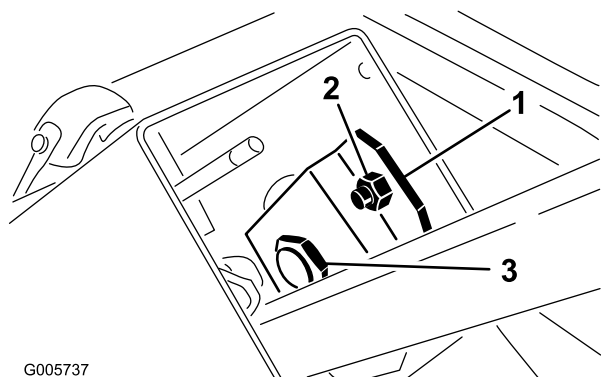

Figura 75
1. Retire el pomo del freno de estacionamiento y retire los tornillos autorroscantes de la cubierta de la columna de dirección. Deslice la cubierta hacia arriba por la columna de dirección para tener acceso a la placa de giro (Figura 75).
2. Afloje la tuerca pequeña y gire la placa de giro hasta que apriete la tuerca grande que está más abajo (Figura 75). Vuelva a apretar la tuerca pequeña.